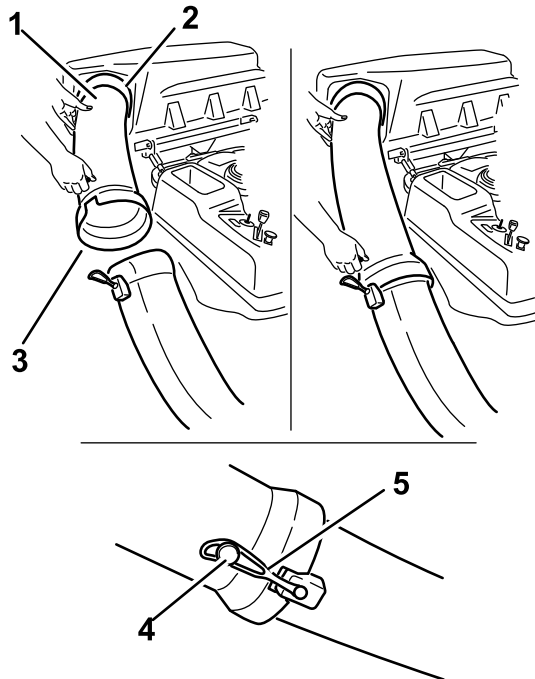

Figure 18
1. Glissez l'extrémité courbe du tube d'éjection dans l'ouverture du couvercle du système de ramassage (Figure 18).
2. Glissez l'extrémité évasée du tube d'éjection sur l'extrémité de la goulotte. Accrochez la sangle en caoutchouc de la goulotte à l'ergot situé sur le tube d'éjection pour la fixer en position (Figure 18).